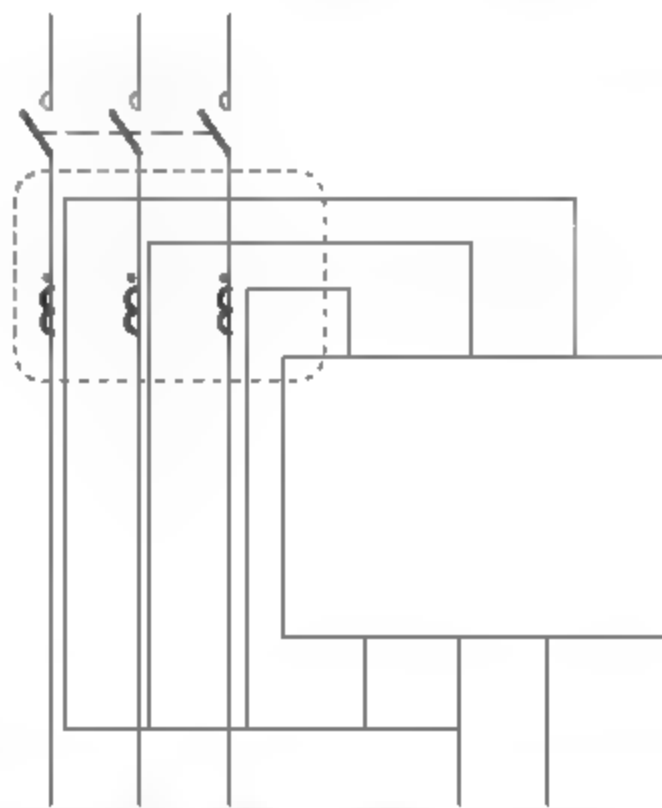

图10-20 调入双绕组变压器图例
**07** 调入双绕组变压器。从“素材\第10章\电气图例.dwg”文件中调入双绕组变压器图例，如图10-20所示。